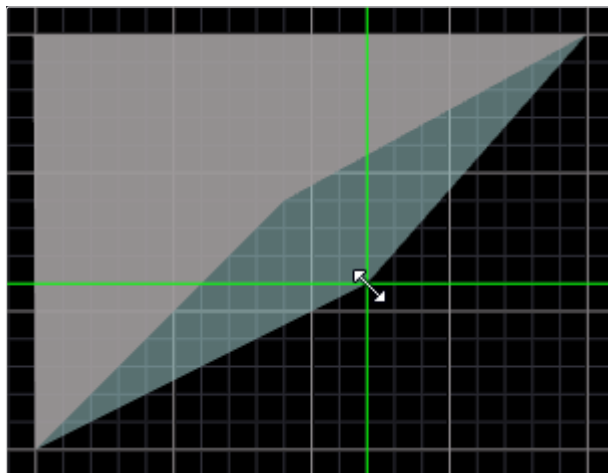

Рисунок 225. Изменение формы полигона
- 3) Нажать левую кнопку мыши и, удерживая ее, переместить курсор для определения новой формы объекта. При этом объект будет подсвечен зеленым цветом, отображая будущую форму (см. рисунок 225).